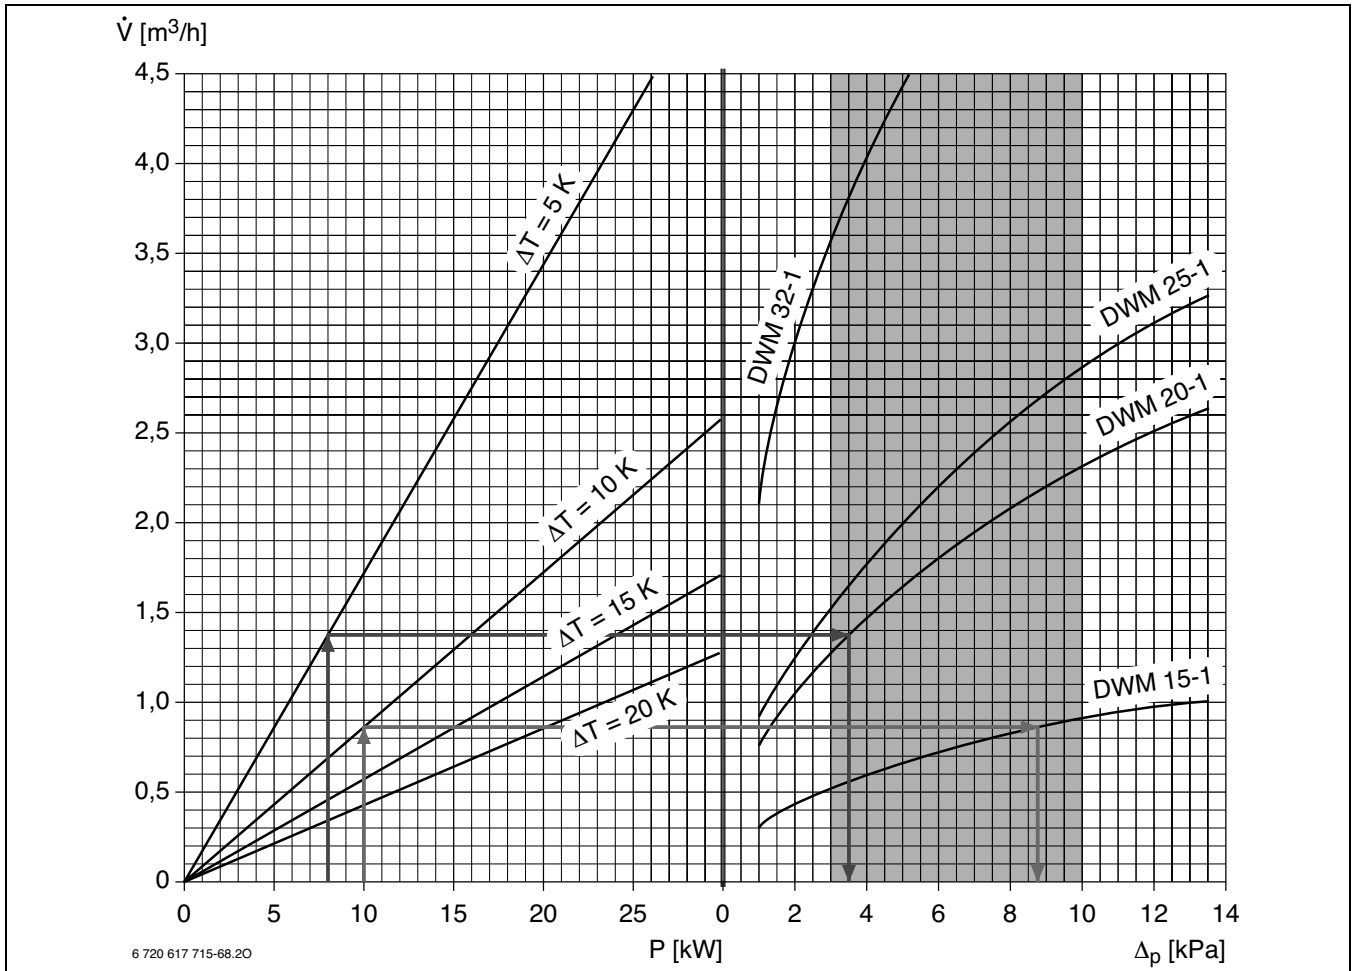

Рис. 94 Диаграмма выбора трёхходового смесителя
Для достижения хорошей характеристики регулирования падение давления в смесителе должно быть примерно равным падению давления в части трубопроводной сети с переменным расходом, то есть также 3,0 ... 10,0 кПа. На этом основана диаграмма выбора смесителей (рис. 94).
- ▶ Найдите на левой половине рис. 94 точку пересечения линий мощности и разности температур.
- ▶ Найдите на левой половине рис. 94 точку пересечения линий мощности и разности температур. Она примерно соответствует расходу $1,5 \text{ м}^3/\text{ч}$.